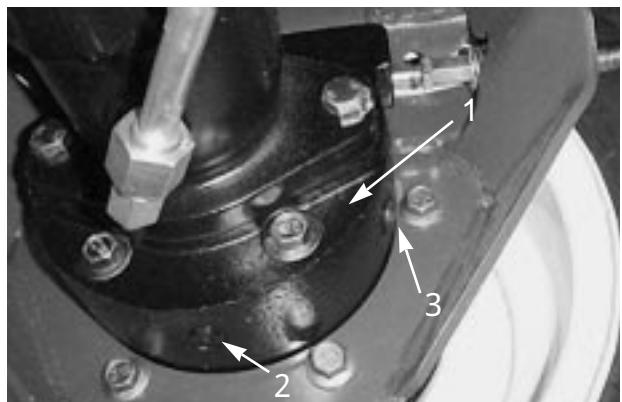

図52
3. ホイールの反対側のブレーキ・ハウジング（図52）の下にも容器を置く。